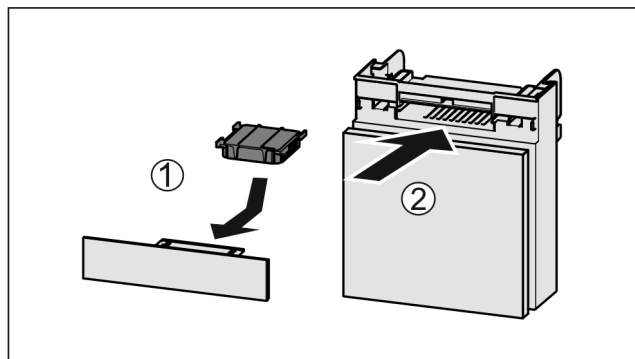

Fig. 138
- Вставити фільтр з активованого вугілля за малюнком Fig. 138 (1).
- Вставити відділення Fig. 138 (2).